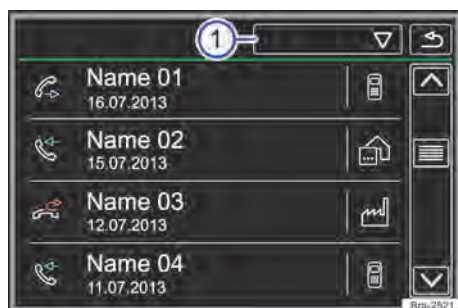

Fig. 126 Menu Chamadas (listas de chamadas).
Tocar na superfície de função  → Fig. 126 ①.